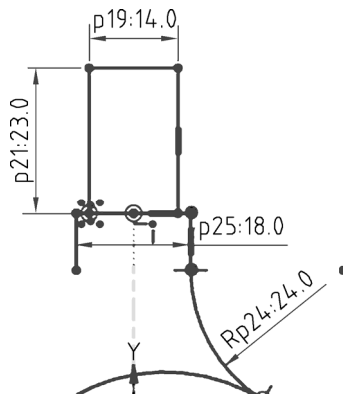

图 1-2-11 绘制倒圆角
(7) 绘制倒圆。点击【直接草图】→【倒圆】命令，绘制半径为 24 的倒圆角，如图 1-2-11 所示。